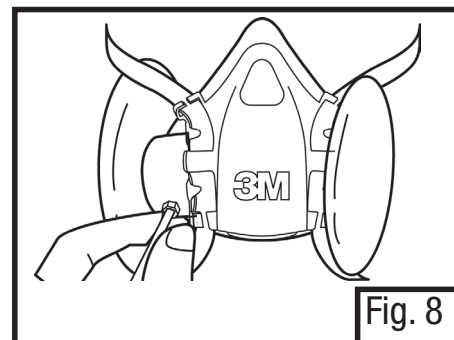

Fig. 8
11. Anexar a mangueira de amostragem para Fit Test quantitativo por fora do adaptador 601 (Fig. 8).